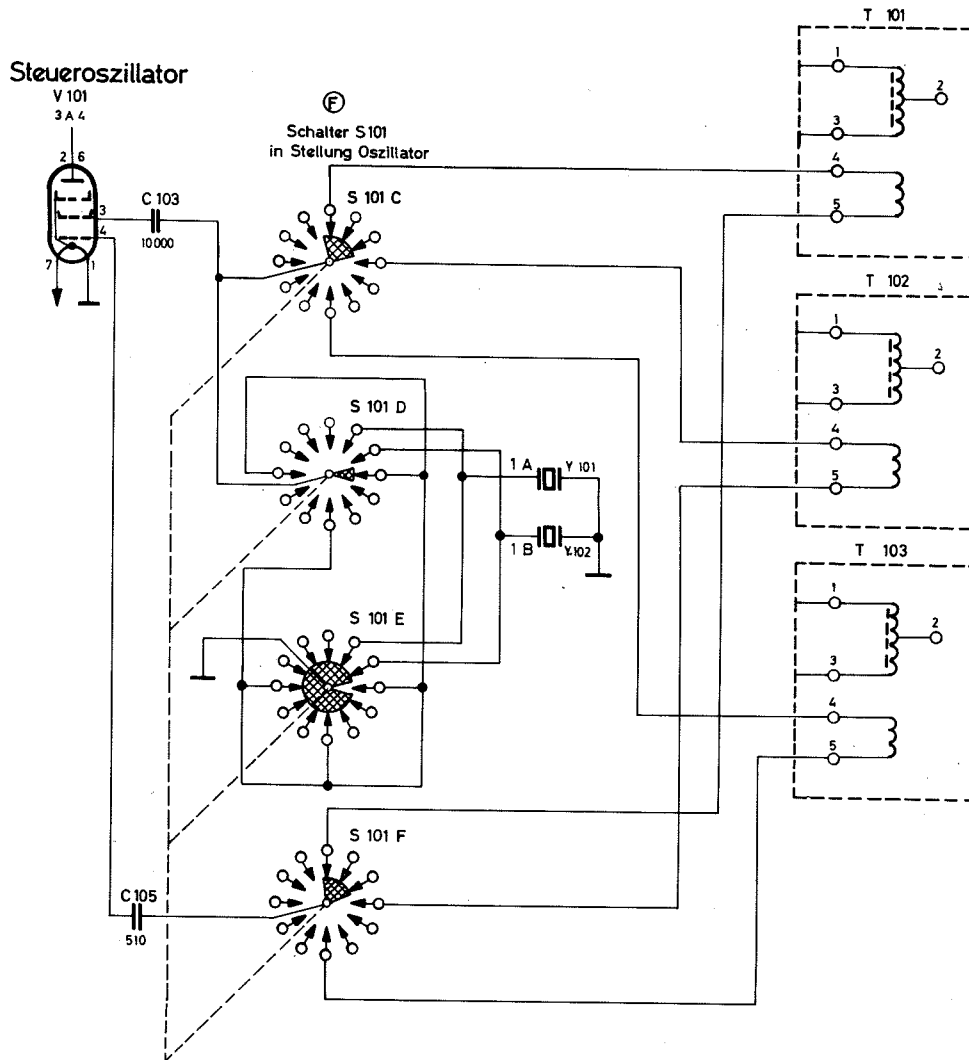

Bild 67 Schalterebenen S 101 C, D, E und F
5.2.2 Steueroszillator (nicht quarzgesteuert) Röhre V 101 Typ 3 A 4 (Bild 67)
b) Die obere Spule der Spulenordnung T 101 liegt in dem Anodenkreis der Röhre V 101 und kann auf Frequenzen zwischen 3,3 und 6,0 MHz abgestimmt werden (Bau 1). Zu dem Schwingkreis gehören die Kondensatoren C 101 A, Abstimmkondensator (I), Abgleichtrimmer C 106 B, Eichkondensator C 102 Schalter (H) und Festkondensator C 149. Der Kondensator C 101 A ist in die Schaltleiste J 101 A einsetzbar. Die Anodenspannung für die Röhre V 101 wird über den Siebwiderstand R 103 herangeführt, der gegen Hochfrequenz durch den Siebkondensator C 104 und die Widerstände R 105, R 120 und R 121 abgeblockt ist. Die Schirmgitterspannung wird über den Widerstand R 101 geleitet und mit Kondensator C 103 abgeblockt.
3. Schalter S 101 C (Bild 67). Der Teil C des Schalters S 101 schaltet die Gitterkreisspule des entsprechenden Frequenzbandes in Verbindung mit den Schaltern S 101 D, S 101 E und S 101 F.